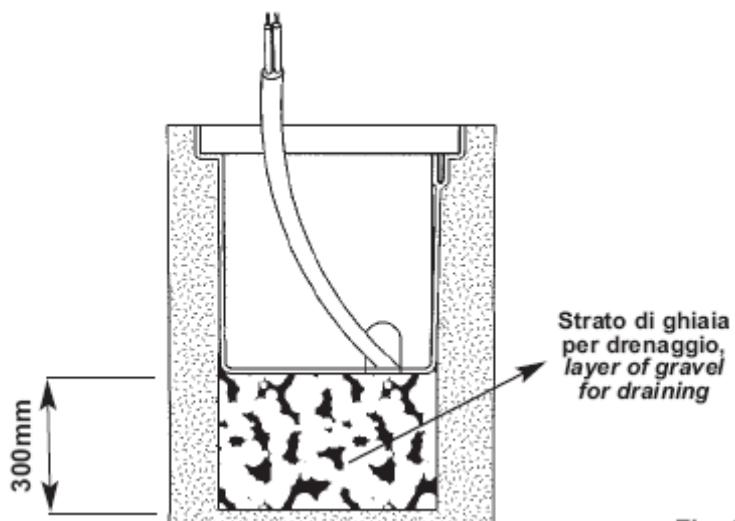

Fig. 2
- > applicare la scatola termoplastica incassandola a filo parete (Fig.2);
- Scatola in materiale termoplastico, per fissaggio in muratura, non stagna (Fig.2). Non collocarvi altri componenti elettrici oltre all'apparecchio con il suo cavo (es. morsetti, trasformatori, ecc...).
- > Bauen Sie die thermoplastische Box in die Wand (Bild 2);
- Die thermoplastische Box ist nicht wasserdicht (Bild 2). Installieren Sie in der Box keine anderen elektrischen Komponenten (wie Anschlussklemmen oder Trafos), sonder nur den Strahler und sein Kabel.